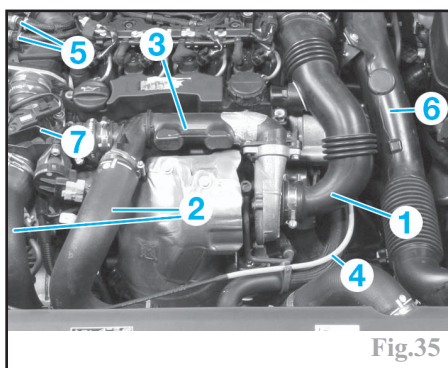

Fig.35
- le tuyau (4) (Fig.35).
- le conduit (1).
- les durits (2).
- le boîtier d'absorption de résonance (3) du turbocompresseur.
-les tuyaux d'alimentation combustible (5) (Fig.35).
-les deux durits (2) de l'échangeur air/air.